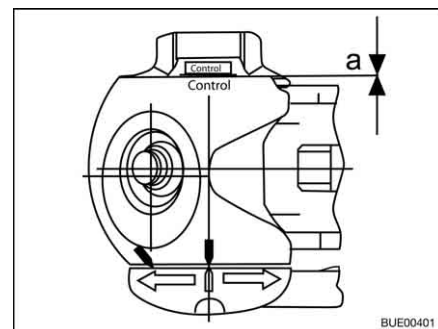

Bild 194 Verschleißkontrolle
- Abstand $a = 0$ (Bild 194): Reibbeläge kontrollieren und ggf. austauschen.